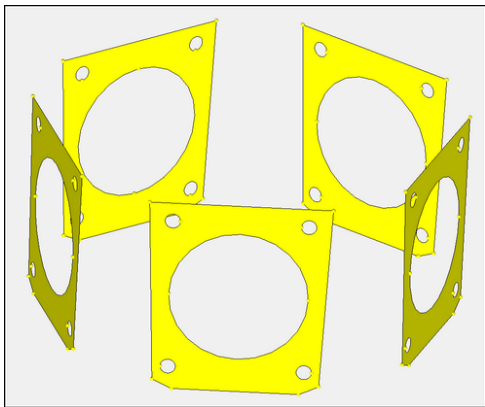

图 5-127 用户自定义特征 feature
(1) 单击 () 按钮。
(2) 在弹出的 Define New 窗口中，输入 faces，然后单击 OK 按钮。
(3) 选择如图 5-127 所示的 5 个面。
(4) 单击 Proceed 按钮。